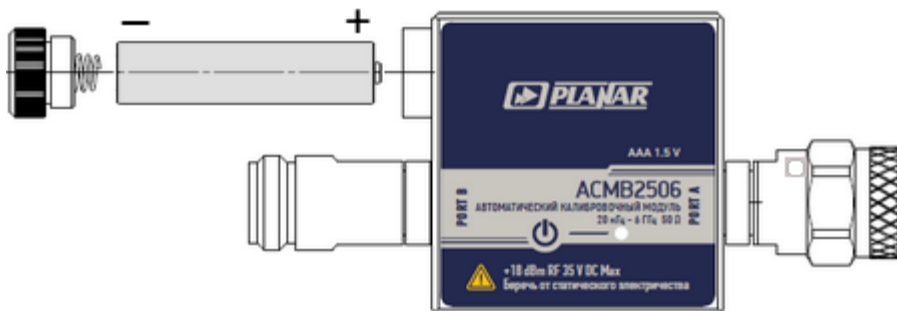

Рисунок 41 – Замена элемента питания
- вставьте новую батарейку, соблюдая правильную полярность (см. рисунок 41);